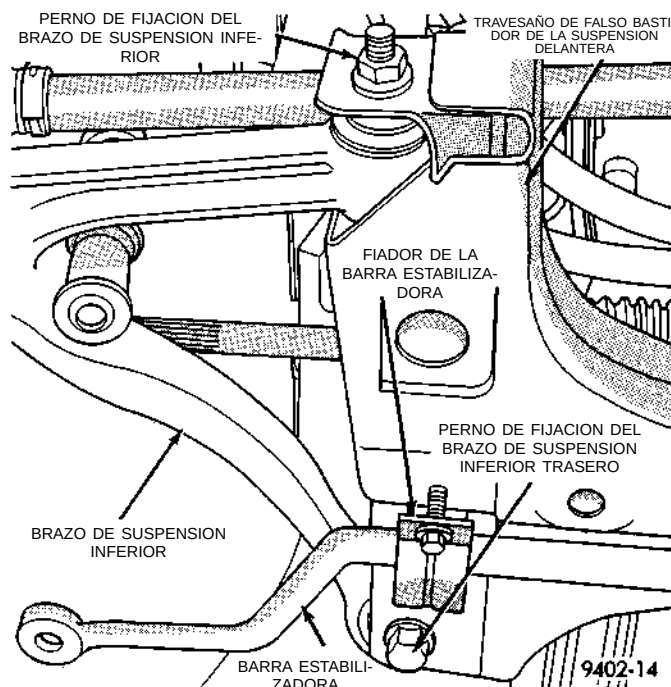

Fig. 36 *Pernos de fijación del brazo de suspensión inferior*
(6) Retire el perno y tuerca de fijación del casquillo del brazo de suspensión inferior al travesaño de falso bastidor (Fig. 36). Retire el perno de fijación del brazo de suspensión inferior al travesaño de falso bastidor y larguero de bastidor (Fig. 36). Después retire el brazo de suspensión inferior del larguero de falso bastidor.
(Fig. 36). **No apriete por ahora el perno de fijación trasero.** Después instale el perno y la tuerca del brazo de suspensión inferior delantero al travesaño de falso bastidor (Fig. 36).